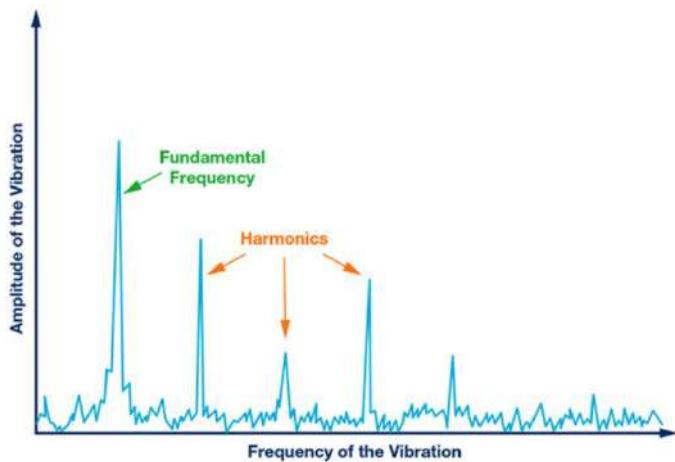

Figure 5 : Spectre d'amplitude des vibrations à 1500 tr/min
Un technicien relève le spectre représenté ci-contre (figure 5) pour une fréquence de rotation du moteur de la pompe de 1 500 tr/min.
2.2.2. Déduire alors la fréquence des trois premiers harmoniques indiqués sur la figure 5.
2.2.3. Justifier à partir du spectre de la figure 5 si un problème d'alignement de la machine peut être diagnostiqué.